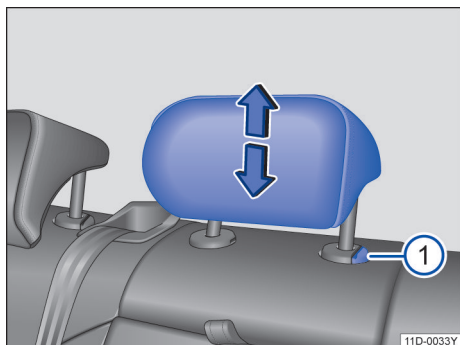

图 60 调整后排头枕
- 按住按钮→图 60①，同时沿箭头方向上推或下压头枕即可将头枕调整至合适高度→▲。